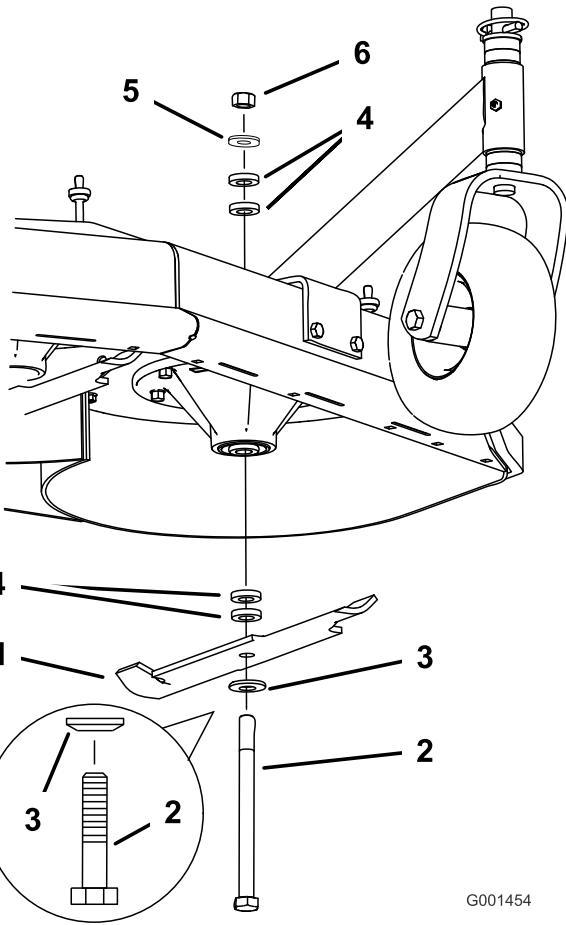

Bild 55
- Entfernen Sie die Mutter, Messerschraube, Wellenscheibe, die Messerdistanzstücke und die dünne Scheibe von der Spindel (Bild 55).
1. Setzen Sie die Schraube, Wellenscheibe und das Messer ein. Wählen Sie die richtige Anzahl der Distanzstücke für die Schnitthöhe und schieben Sie die Schraube in die Spindel (Bild 55).
2. Setzen Sie die restlichen Distanzstücke auf und befestigen sie mit einer dünnen Scheibe und einer Mutter (Bild 55).